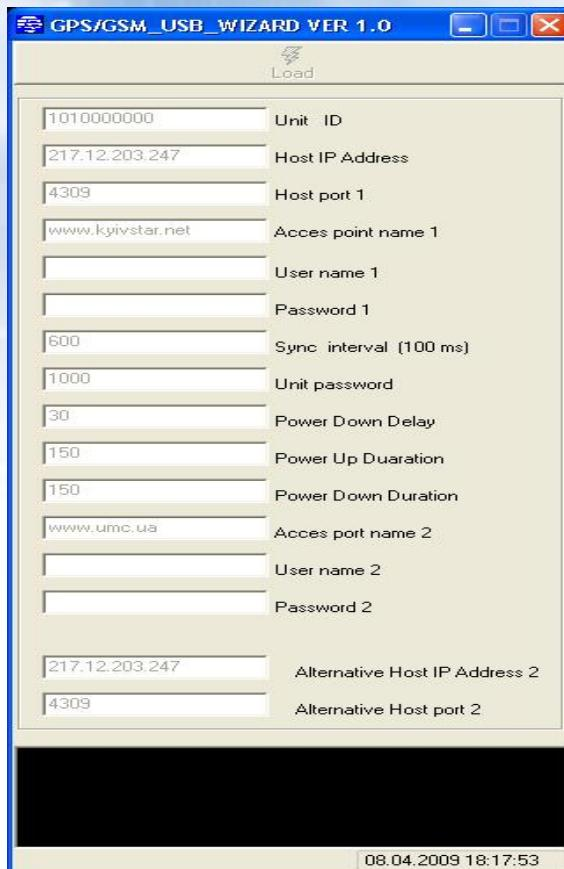

Рис. 4.1 Программа конфигурации устройства
- 4.2 Скопировать и на ПК с компакт диска программу terminal_wizard_usb_ver10.exe и запустить ее. После чего должно появиться на экране окно, как показано на Рис. 4.1.